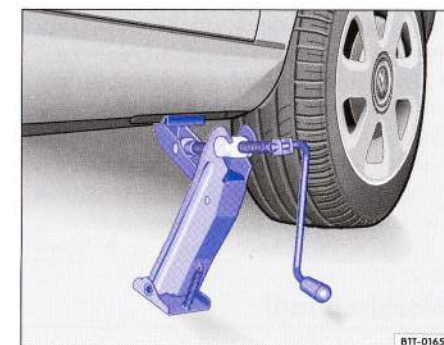

Fig. 39 Amplasarea cricului în spate pe partea stângă.
6. Ridicați în continuare gheara cricului până când aceasta cuprinde pragul autovehiculului ⇒ fig. 39 ⇒ ⚠.
- Gheara cricului trebuie să cuprindă lonjeironul inferior, pentru ca autovehiculul să nu alunece la ridicare ⇒ pagina 95, fig. 39" .